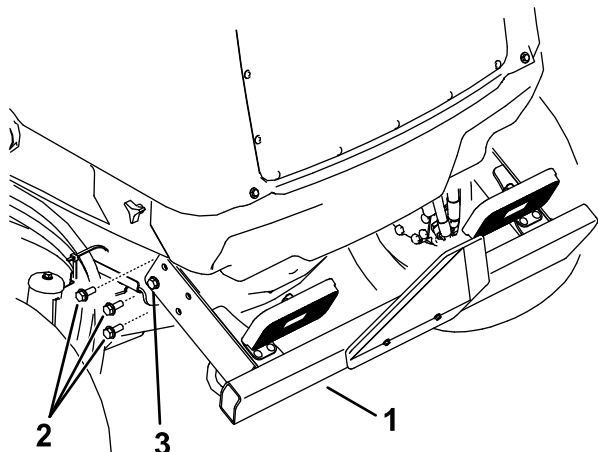

Figure 79
2. Retirez les 3 vis à embase de chaque côté du pare-chocs arrière, comme montré à la Figure 79.
6. Levez le pare-chocs arrière en position et insérez les vis à embase. Serrez toutes les vis à embase qui fixent le pare-chocs arrière au cadre (Figure 79).